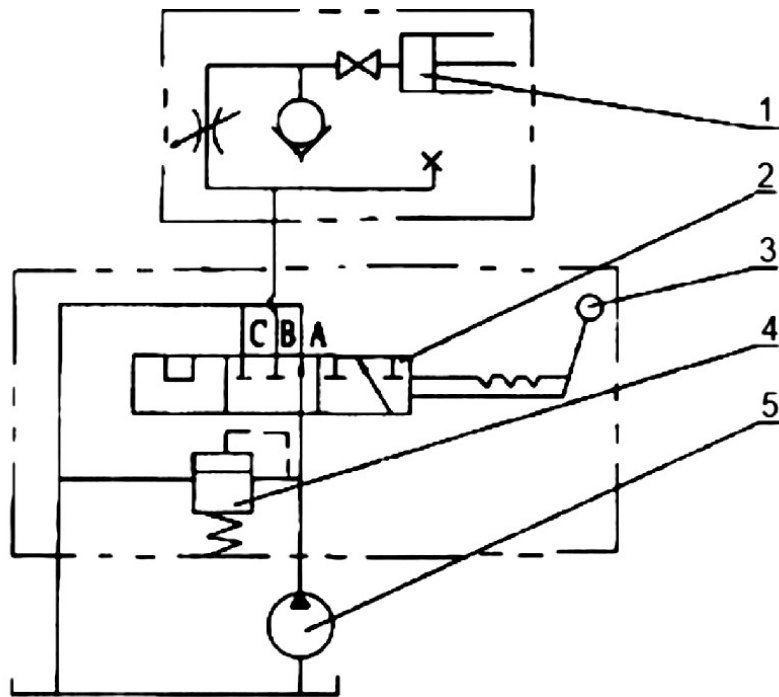

Рис. 26. Принцип работы подъемника.
Принцип работы подъемника изображен на рис. 26. Переключите рычаг управления (3) гидравлического распределителя в положение подъема, опускания или нейтральное.